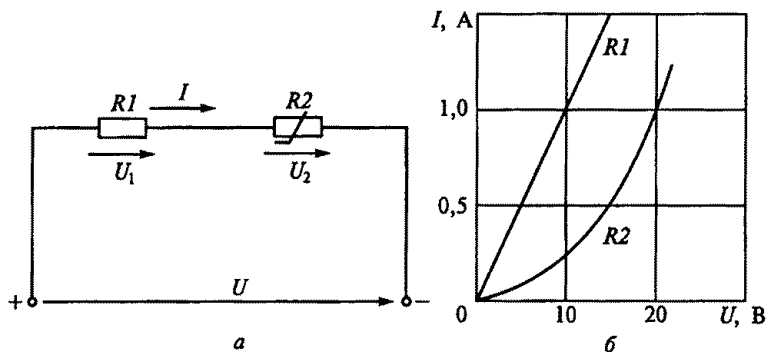

Рис. 39
1.53. Линейный $R1$ и нелинейный $R2$ резисторы включены последовательно, как показано на рис. 39, а. Их вольт-амперные характеристики показаны на рис. 39, б. Определить напряжения U_1 , U_2 и U при токе $I = 1$ А.